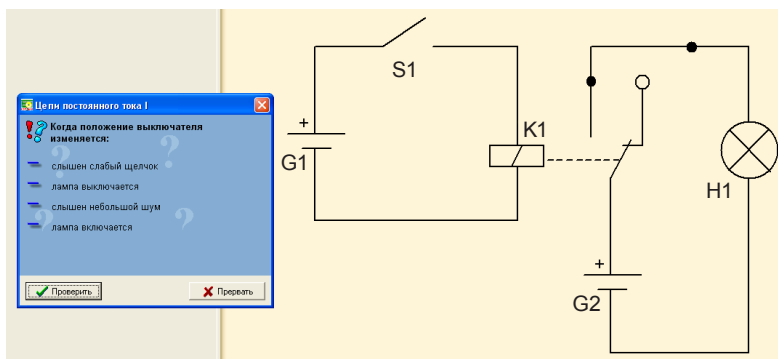

Рис. 7. Экспериментальная схема 6.1
15. Выбрать главу 6 «Реле». Собрать экспериментальную схему 6.1 (рис. 7). Размыкая и замыкая ключ S1, наблюдать результат. Обратит внимание на звуки, которые могут возникнуть в результате этого процесса.